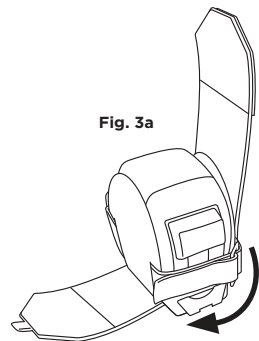

Fig. 3a
3. Tightly fasten the hook and loop straps, securing the tape measure. [fig. 3a, 3b, 3c]
3. Apriete firmemente las correas de gancho y lazo y fije el flexómetro [fig. 3a, 3b, 3c].
3. Serrez le crochet et les sangles de boucle pour sécuriser le mètre à ruban. [fig. 3a, 3b, 3c]